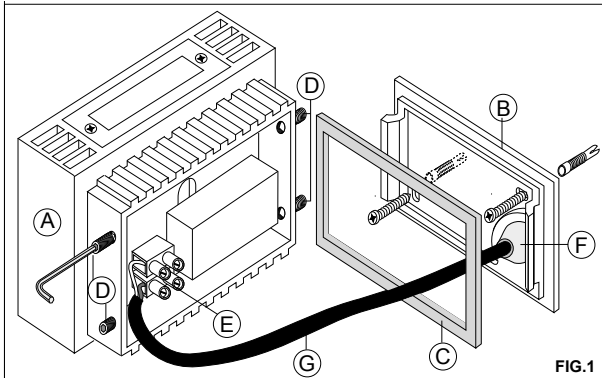
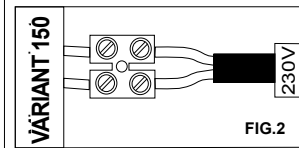

FIG.1
FIG.2
- Allentare i 4 grani **D** e togliere la piastra **B** e la guarnizione **C** dal corpo **A**. **FIG.1**
- Far passare il cavo di rete **G** dal gommino di tenuta **F**. **FIG.1**
- Fissare a parete la piastra **B** con viti e tasselli adeguati (non in dotazione) e collegare il cavo di rete **G** al morsetto **E**. **FIG.1/FIG.2**
- Loosen the 4 grains, remove the plate **B** and the gasket **C** from the body **A**. **FIG.1**
- Insert the main cable **G** into the rubber seal **F**. **FIG.1**
- Fix the plate **B** to the wall through proper dowels and screws (non-supplied) connecting the main cable **G** to the terminal **E**. **FIG.1/FIG.2**
- Desserrez les 4 vis **D** et retirez la plaque **B** et le joint **C** du corps **A**. **FIG.1**
- Passer le câble du réseau **G** dans le serre-câble d'étanchéité en caoutchouc **F**. **FIG.1**
- Fixez la plaque murale **B** avec les vis (non fournis) et connectez le câble de réseau **G** au terminal **E**. **FIG.1/FIG.2**
- Afloje los 4 tornillos **D** y retire la placa **B** y la junta **C** del cuerpo **A**. **FIG.1**
- Poner el cable de la red **G** en el prensa etopa en silicona **F**. **FIG.1**
- Fije la placa **B** a la pared con tornillos (no suministrados) y conectar el cable de red **G** al terminal **E**. **FIG.1/FIG.2**